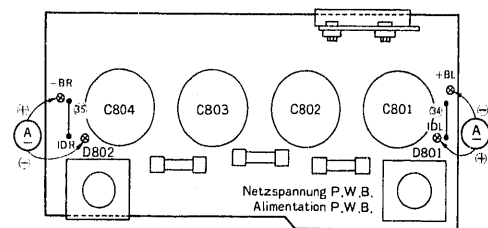

Abb. 6 Fig. 6
Nach Beendigung dieses Abgleiches sind die Überbrückungsdrähte (34) und (35) wieder anzubringen (Abb. 6 und 7).
Pour ajuster le canal gauche, retirer la connexion volante (34) de la plaquette à circuits imprimés d'alimentation et brancher le positif (+) d'un ampèremètre à courant continu à la borne IDL et le négatif (-) à la borne +BL. Pour ajuster le canal droit, débrancher la connexion volante (35) et brancher le négatif (-) à la borne IDR et le positif (+) à la borne -BR. Ensuite, les ajuster avec R708L ou R708R de la plaquette à circuits imprimés de l'amplificateur principal pour obtenir 200mA. Rebrancher les connexions volantes (34) et (35) quand le réglage est terminé. (Fig. 6 et 7).